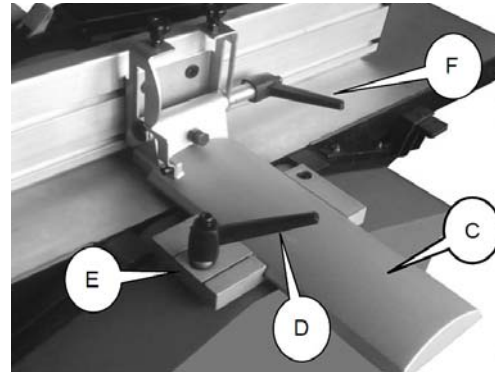

Fig.13: Montaje del tope de la pieza de trabajo
Paso 1: Inserte el soporte de tope (C, Fig.13) en la guía.
Paso 2: girando la manija de bloqueo (D, Fig.13) apriete el soporte de tope con la abrazadera (E, Fig.13).